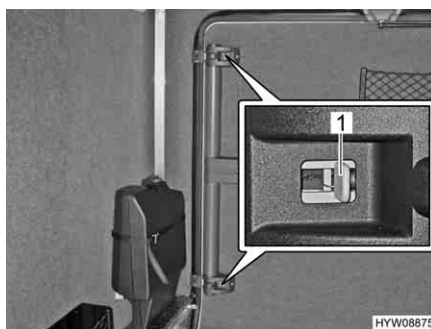

Fig. 51 Porta del garage (sbloccaggio di emergenza dall'interno)
- Spingere i cursori grigi (Fig. 51,1) presenti sulla chiusura superiore e inferiore verso il centro della porta.